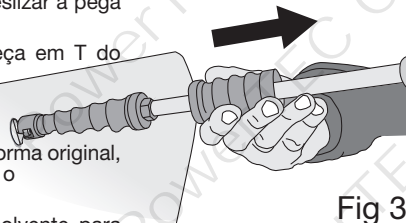

Fig 3
8. Utilizar o martelo deslizante com pancadas uniformes e precisas (consultar a Fig. 3).